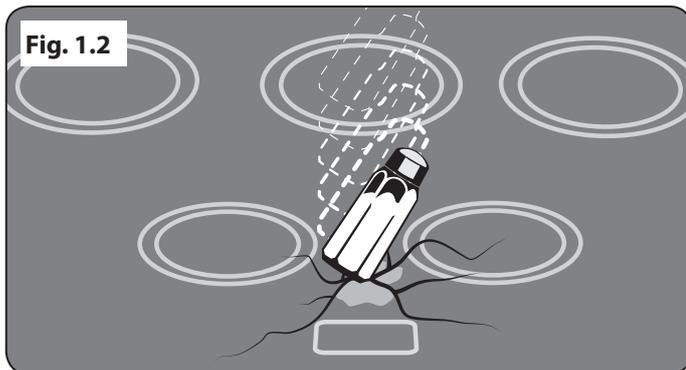

Fig. 1.2
- Ne déposez pas d'objets lourds sur la table de cuisson. Même si la surface en vitrocéramique est très résistante, un impact violent ou la chute accidentelle d'un objet sur la surface risque de la fissurer (**Fig. 1.2**).